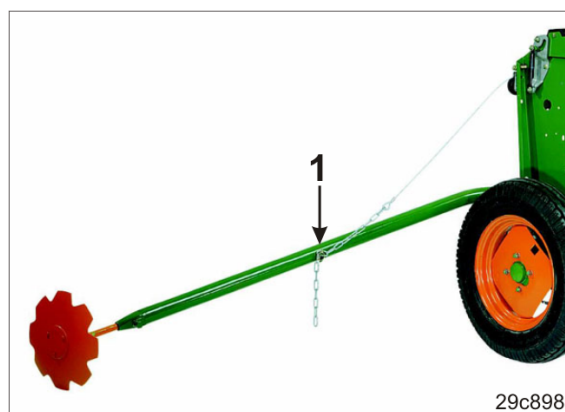

Fig. 167
5. Lås kæden med en ringsplit (Fig. 167/1).